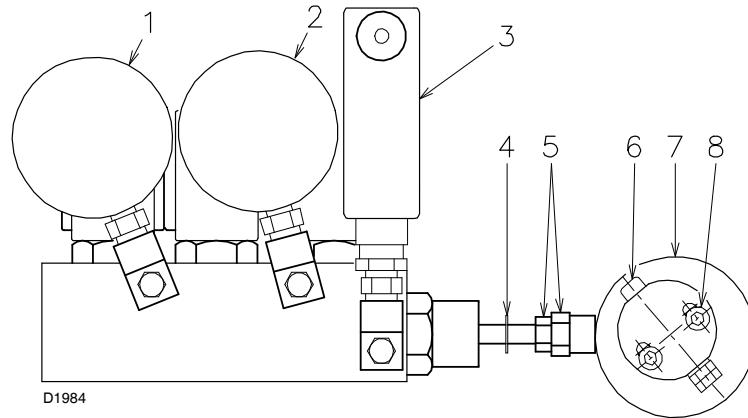
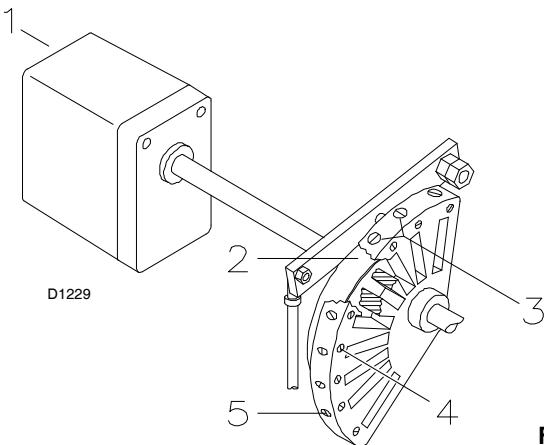

Fig. 24
Fig. 27
La presión de combustible en salida de la boquilla está regulada por el grupo regulador de presión y se visualiza en el manómetro 1) (Fig. 24).
La presión de combustible en retorno de la boquilla está regulada por el grupo regulador de presión y se visualiza en el manómetro 2) (Fig. 24).
La regulación de la presión MÍNIMA de combustible en retorno de la boquilla se efectúa sólo y únicamente mediante la tuerca 5) (Fig. 24); apretar la tuerca para disminuir la presión y viceversa.
La regulación de la presión MÁXIMA de combustible en retorno de la boquilla se efectúa sólo y únicamente mediante la tuerca 6) (Fig. 24) de la excéntrica 7) (Fig. 24); apretar la tuerca para disminuir la presión y viceversa.
La regulación del aire se efectúa mediante dos tornillos 3) de la leva de perfil variable 2) (Fig. 27, pág. 23) que manda el registro del aire; apretar dichos tornillos para aumentar el caudal de aire y viceversa.
Antes de encender el quemador, preparar para la activación los reguladores de aire y combustible; desenroscar los tornillos 4) de la leva 2) (Fig. 27), desenroscar la tuerca y la contratuerca 5) (Fig. 24) y los dos tornillos 8) (Fig. 24) del grupo regulador de presión y excéntrica (Fig. 24).
Regular la presión de combustible en retorno de la boquilla, mediante la tuerca 5) (Fig. 24); así se ajusta la presión deseada para el encendido y el caudal mínimo.
Una vez alcanzada la abertura máxima del servomotor, regular la presión de combustible en retorno de la boquilla siempre solamente mediante el tornillo 6) (Fig. 24) de la excéntrica: así se ajusta la presión deseada para el caudal máximo.
Enroscar el tornillo 6) (Fig. 24) solamente cuando corresponde un aumento de presión; así se asegura una variación en todo el ángulo de rotación.
Ahora se debe bloquear la tuerca y la contratuerca 5) (Fig. 24) y los dos tornillos 8) (Fig. 24) del grupo regulador de presión.
Sólo después de haber ajustado la presión mínima y máxima, regular de modo preciso la combustión en diversas posiciones de modulación mediante la regulación del caudal de aire con los tornillos 3) (Fig. 27) de la leva.
Una vez completada la regulación de la combustión, bloquear los tornillos 4) (Fig. 27) y volver a controlar el encendido: debe producirse un ruido parecido al de funcionamiento sucesivo. En caso de que existiesen pulsaciones, reducir el caudal de encendido.
- Para una regulación correcta, la excéntrica 7) (Fig. 24 pág. 22) debe trabajar en toda el área del servomotor ($20^\circ \div 130^\circ$): una variación de presión debe corresponder a cada posición del servomotor.
- No situar el pistón del variador a tope: el anillo de ajuste 4) (Fig. 24, pág. 22) determina la máxima carrera.